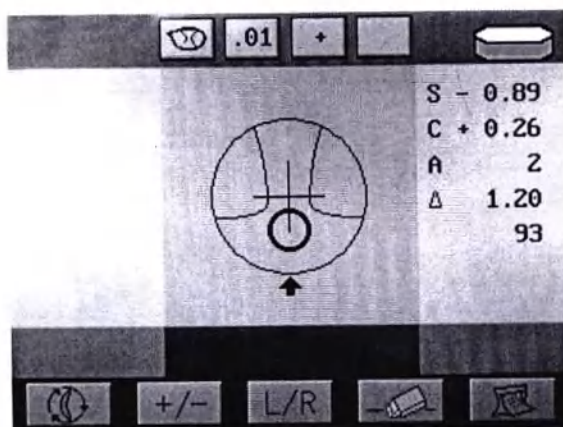

рис.22
2. Если прибор в режиме авто, подождите 3 сек, режим автоматически переключится на прогрессивный. (рис.22)